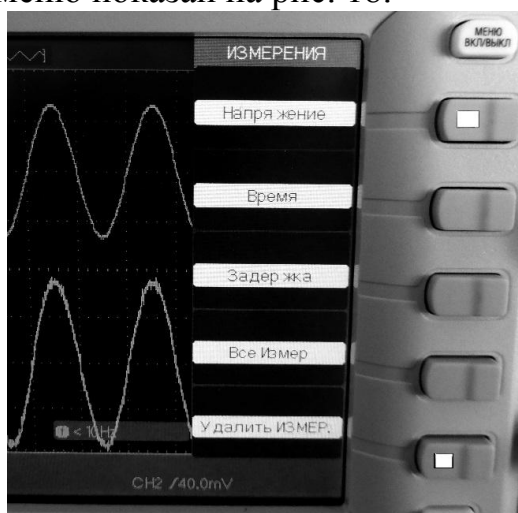

Рис. 18. Вид экранного меню осциллографа
19. На передней панели осциллографа нажать кнопку **МЕНЮ ВКЛ/ВЫКЛ** (рис.17). Вид экранного меню показан на рис. 18.